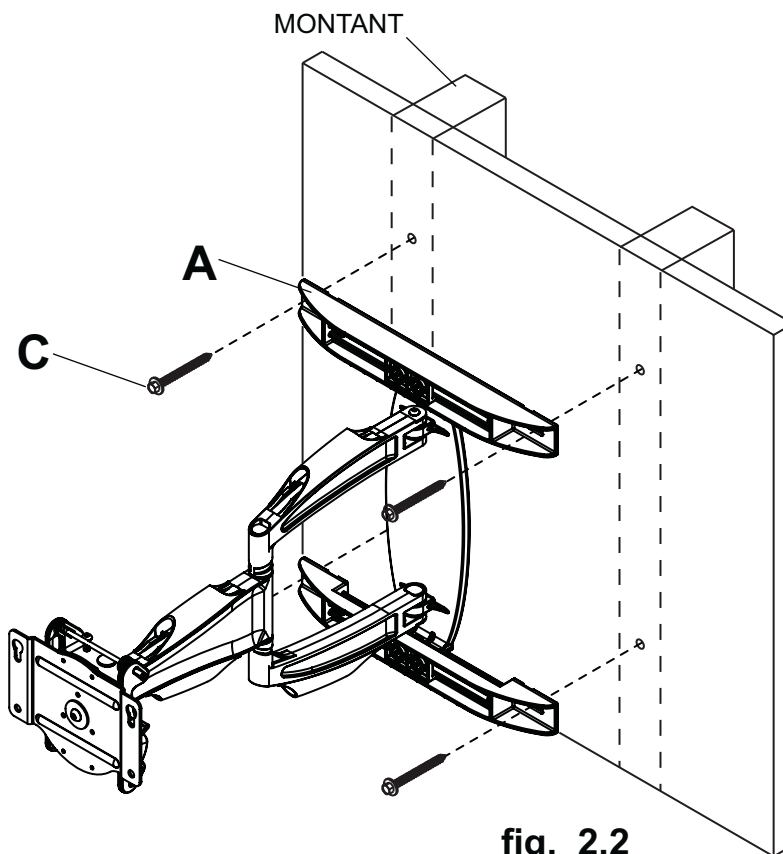

fig. 2.2
**2** À l'aide d'un localisateur de montants, repérez et marquez les bords des montants en bois. L'utilisation d'un localisateur de montants « bord à bord » est fortement recommandée. À l'aide d'un niveau, tracez une ligne verticale le long du centre de chaque montant. Mettez le gabarit de la plaque murale à niveau sur le mur et marquez le centre des quatre trous de fixation au centre de chaque montant en bois. Les trous de fixation supérieurs doivent être situés à une distance « X » au-dessus de l'endroit souhaité pour le centre de l'écran comme illustré à la figure 2.1, selon le tableau 1 ci-dessous. Percez quatre trous de 3/16 po (5 mm) de dia. à une profondeur de 3 po (76 mm). Fixez le bras mural (A) au mur à l'aide de quatre vis à bois (C) comme illustré à la figure 2.2. Mettez la plaque murale à niveau, puis serrez toutes les fixations.